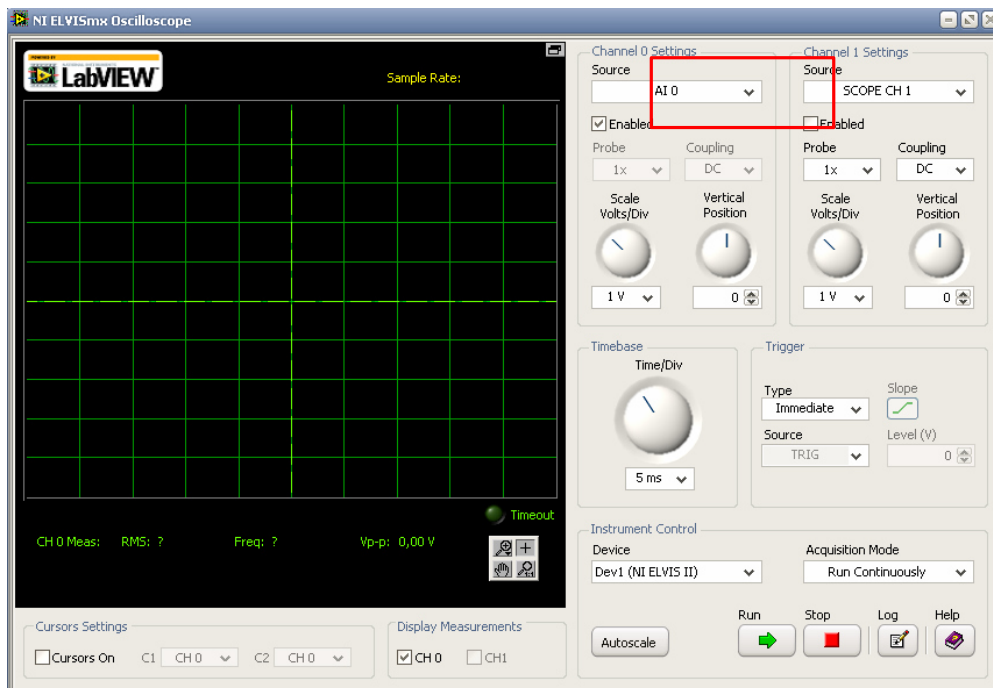

Рисунок 4 – Настройка осциллографа
3. Все остальные органы управления остаются без изменений (рисунок 4).